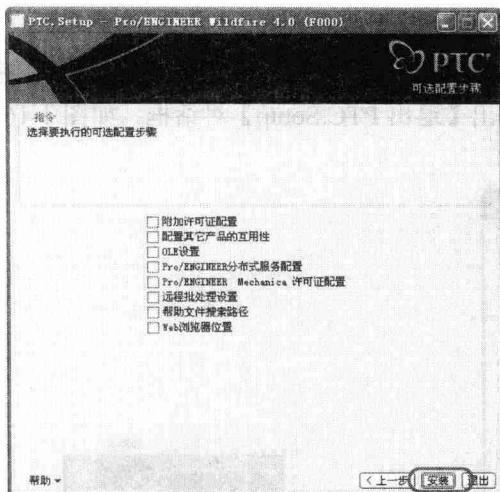

图 1-10 可选配置步骤界面
(9) 单击**下一步 >**按钮进入可选配置步骤界面，如图 1-10 所示。